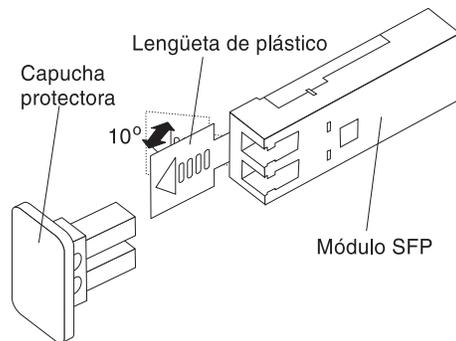

Figura 51. Desbloqueo del pestillo del módulo SFP (variedad de plástico)
- Para los módulos SFP que contienen lengüetas de plástico, desbloquee el pestillo del módulo SFP tirando de la lengüeta de plástico hacia el exterior, hasta formar un ángulo de 10°, tal como se muestra en la Figura 51.